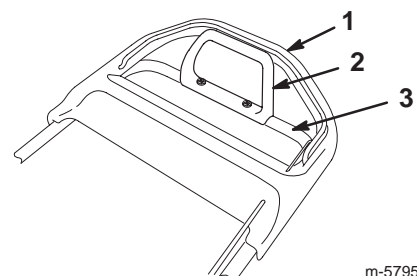

Figure 3
6. Centrez la poignée d'aide au déplacement sur la barre de la partie supérieure du mancheron et vérifiez que la courbe est dirigée vers l'arrière et touche le mancheron (Fig. 3).